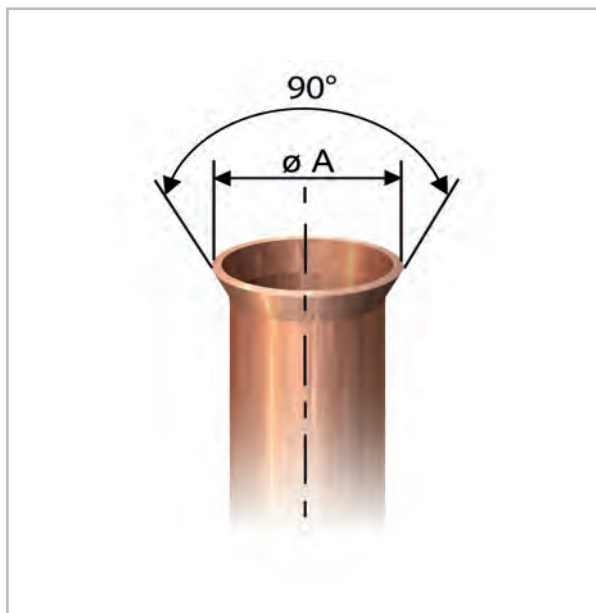

Abb. 32: Korrekte Bördelform
9. ➤ Überprüfen Sie, ob der Bördel eine korrekte Form aufweist (Abb. 32).